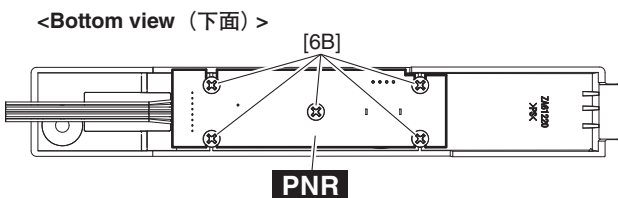

Fig. 8 (図8)
(Fig. 8)
- 12-7 Remove the five (5) screws marked [6B]. The PNR circuit board can then be removed. (Fig. 8)
- 12-5 拍子木 Ass'y (R) を外します。(9項参照)
- 12-6 拍子木 Ass'y (R) からノブ GAIN を外します。(図8)
- 12-7 [6B] のネジ5本を外して、PNR シートを外します。(図8)